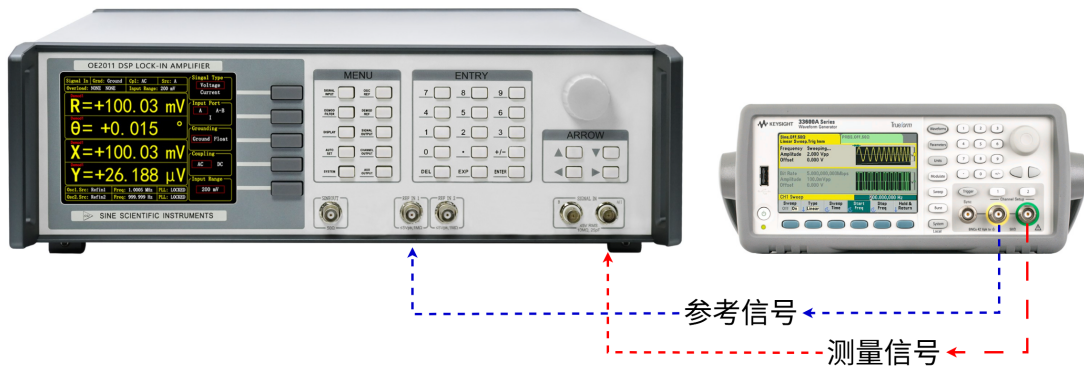

图 92. 信号线连接图
2. 用一条带 BNC 接头的信号线连接函数信号发生器的输出接口和 OE2011 前面板 SIGNAL IN 的 IN+ 接口，用另一条带 BNC 接头的信号线连接函数信号发生器的同步参考信号接口和 OE2011 前面板的 REF IN 1 接口，如图92所示：